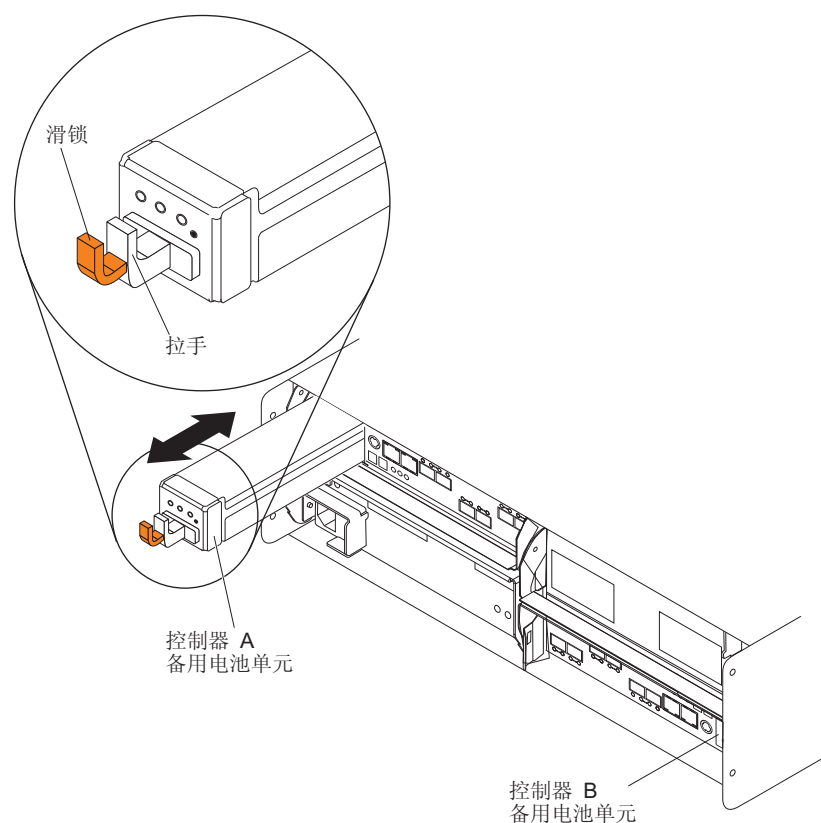

图 84. 从控制器机箱卸下并更换电池单元
5. 要从 RAID 控制器卸下发生故障的电池单元，请将橙色电池单元滑锁朝黑色电池拉手方向按压，以打开 DS5020 机箱中电池上的锁，然后使用该拉手将电池单元从控制器机箱中缓慢拉出，如图 84 中所示。